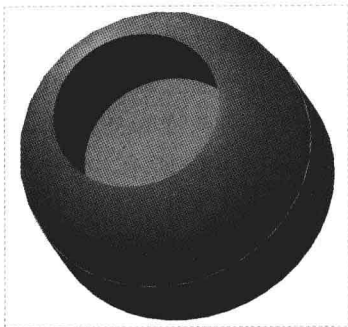

图 11-93 图形文件
Step 01 按【Ctrl+O】组合键，打开图形文件，如图 11-93 所示，在“功能区”选项板的“模型”选项卡中，单击“元件”面板中的“创建”按钮